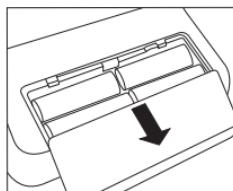

Fig. 1
- Ouvrez le couvercle du compartiment à piles situé sous l'appareil (voir la fig. 1). Insérez les piles (cf. Chapitre 13 Caractéristiques techniques). Veillez à faire correspondre les polarités « + » et « - ». Refermez le couvercle du compartiment à piles. **!2 h** ou **24 h** clignote sur l'écran. Réglez désormais tel que décrit ci-dessous la date et l'heure.